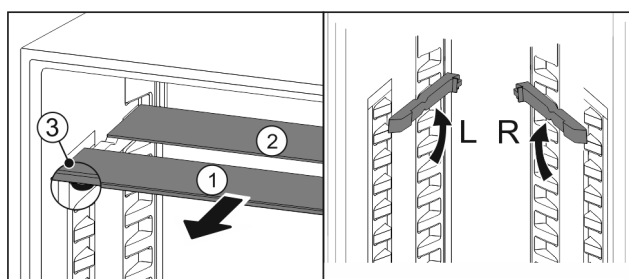

Fig. 84
- ▶ estrarre i ripiani di vetro singolarmente tirando in avanti Fig. 84 (1).
- ▷ Il piano in vetro Fig. 84 (1) con il motivo ornamentale è nella parte anteriore.
- ▷ I fermi Fig. 84 (3) sono rivolti verso il basso. Apparecchi dotati di vano congelatore: